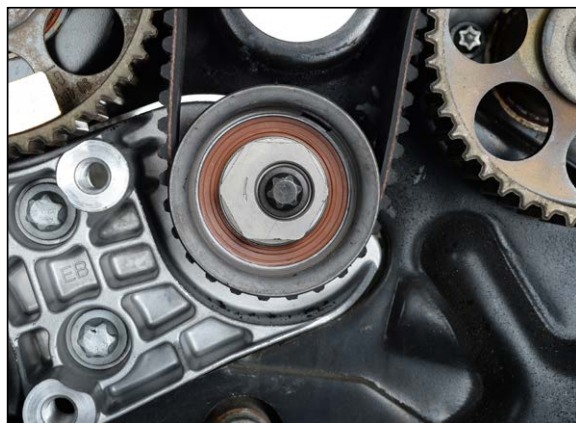
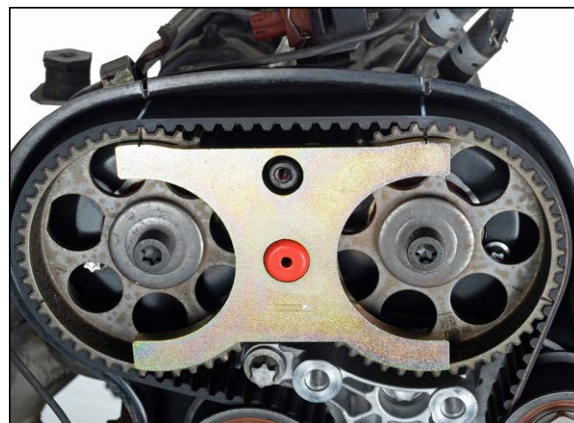

Fig. 21
Fig. 22
11. Draai de exentriek van de bovenste distributieriem poelie in tegenwijzerzin met behulp van spansleutel OE (MKM-6038) of waterpomptang (Fig. 21) tot de bovenkant van de exentriek zich op ca. 9 uur positie bevindt en de merktekens op de tandwielen van nokkenas en de controlemal OE (KM-800-20) uitgelijnd zijn (Fig. 22). Draai de bovenste distributieriem poelie met een kracht van 40 Nm vast.
16. Plaats de controlemal OE (KM-800-20) op nokkenastandwielen „1“ en „2.“ Merktekens op de tandwielen van nokkenas en de controlemal OE (KM-800-20) uitlijnen (Fig. 22). Als de merktekens niet zijn uitgelijnd, pas deze weer aan als onder punt 11.